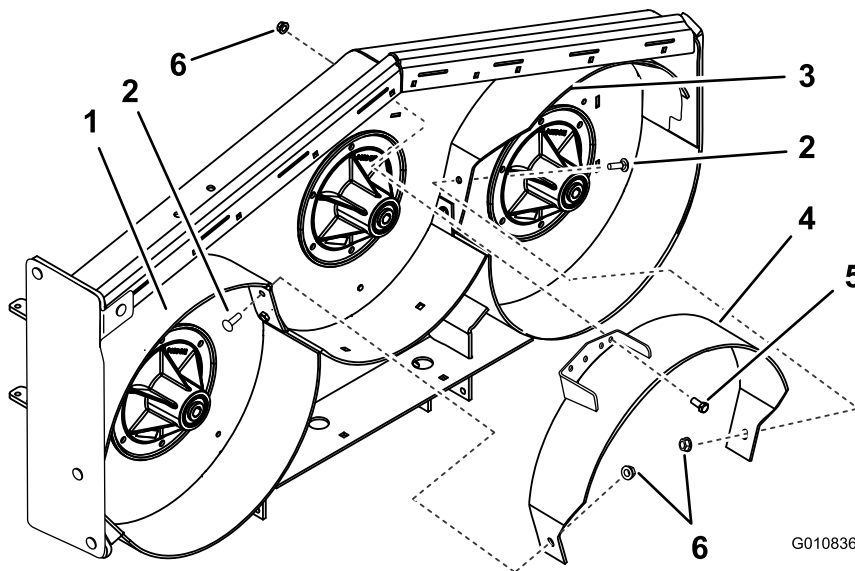

Figura 10
10. Sujete provisionalmente el deflector central al deflector izquierdo con 1 perno de cuello cuadrado ($\frac{3}{8}$ " x 1") y una tuerca con arandela prensada (arandela pequeña) ($\frac{3}{8}$ "), como se muestra en la Figura 10.
11. Sujete provisionalmente el deflector central al deflector derecho con 1 perno de cuello cuadrado ($\frac{3}{8}$ " x 1") y una tuerca con arandela prensada (arandela pequeña) ($\frac{3}{8}$ "), como se muestra en la Figura 10.
12. Sujete provisionalmente el deflector central a la parte superior de la carcasa de corte con un perno ($\frac{3}{8}$ " x 1") y una tuerca con arandela prensada (arandela pequeña) ($\frac{3}{8}$ "), como se muestra en la Figura 10.